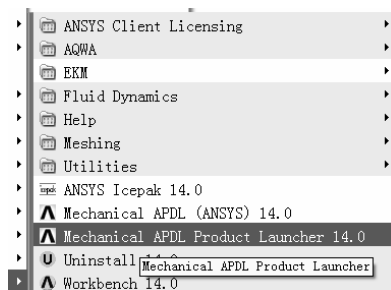
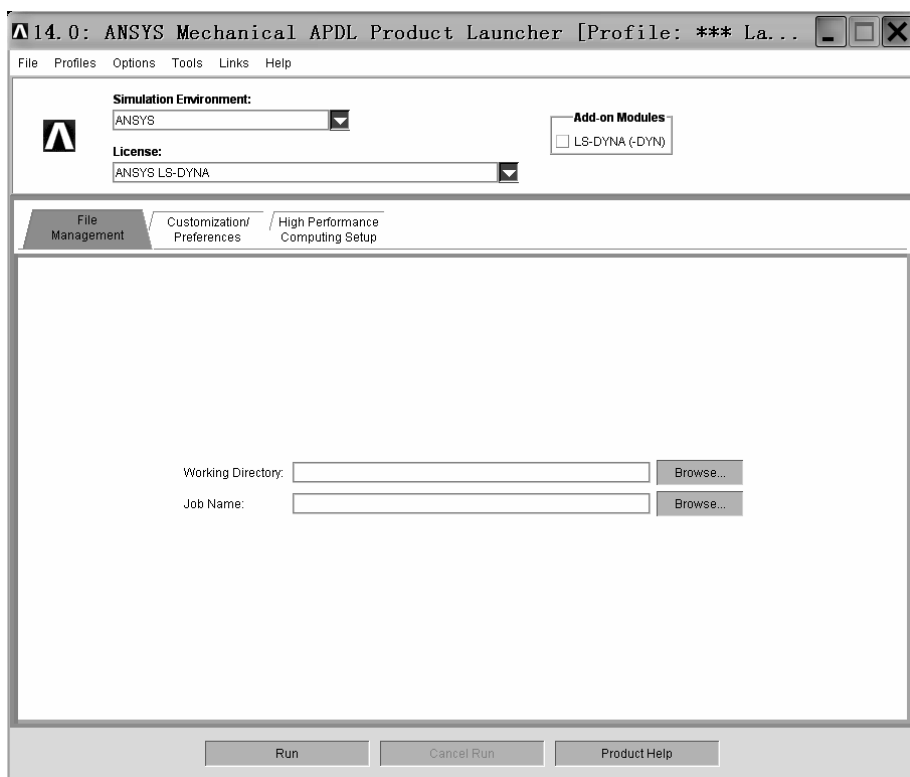

图 6-5 “Mechanical APDL Product Launcher 14.0” 图标
图 6-6 “14.0: ANSYS Mechanical APDL Product Launcher [Profile:\*\*\*La...” 窗口
(1) 在“开始”菜单中指向“ANSYS 14.0”文件夹，出现“Mechanical APDL Product Launcher 14.0”图标（见图 6-5）。单击“Mechanical APDL Product Launcher 14.0”图标，弹出“14.0: ANSYS Mechanical APDL Product Launcher [Profile:\*\*\*La...”窗口（见图 6-6）。
(2) 单击“14.0: ANSYS Mechanical APDL Product Launcher [Profile:\*\*\*La...”窗口中“Simulation Environment:”方框后的倒立三角形图标，选中“ANSYS”。
(3) 单击“14.0: ANSYS Mechanical APDL Product Launcher [Profile:\*\*\*La...”窗口中“License:”方框后的倒立三角形图标，选中“ANSYS LS-DYNA”。